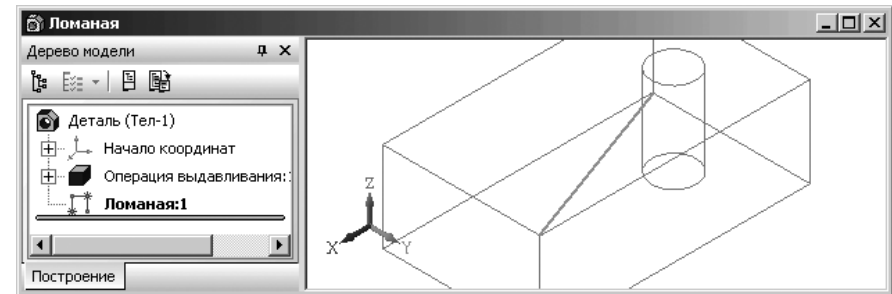

Рис. 8.14. Результат построения ломаной линии
- щелкните на **Специальной панели управления** по кнопке **Создать объект** или нажмите комбинацию клавиш **Ctrl+Enter**. Появится искомая ломаная и соответствующий пункт **Ломаная:1** в окне **Дерево модели** (рис. 8.14).